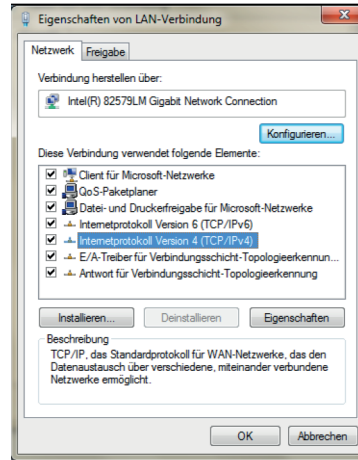

Abb. 14 Eigenschaften von LAN-Verbindung
- ➡ 4. Markieren Sie im Fenster Eigenschaften von LAN-Verbindung, siehe Abb. 14, jetzt Internetprotokoll Version 4 (TCP/IPV4) und gehen Sie dann erneut auf Eigenschaften.